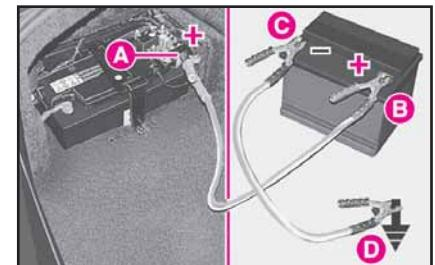

fig. 3
**5)** Conecte con un cable adecuado los bornes positivos (+) A (fig. 3) y B de las dos baterías.